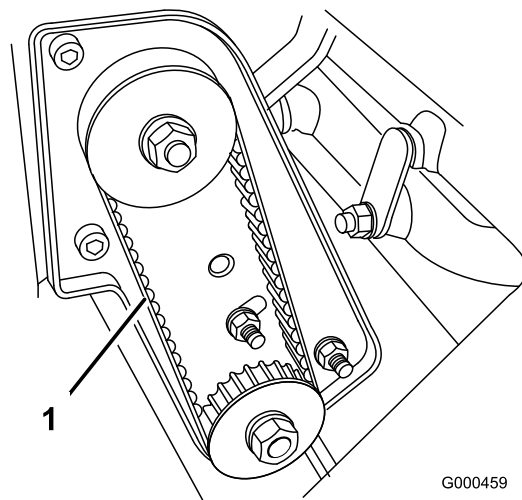

図 35
2. プーリ間の中央 (図 35) でベルトを指で押して点検する。押す力は1.5~2.5 kg程度。たわみが6 mm程度あるのが適正。たわみがこの範囲になれば、以下の要領で調整する。